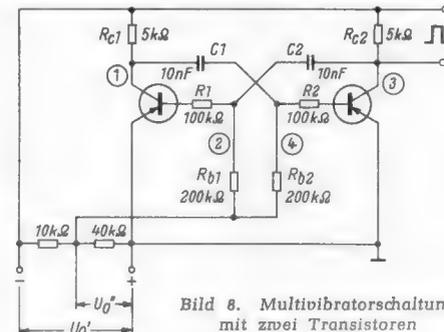

Bild 8. Multivibratorschaltung mit zwei Transistoren
Bild 8 zeigt die einfache Schaltung. Sie gehört eigentlich in das Kapitel „der Transistor als Schalter“, da die Transistoren (theoretisch unendlich rasch) zwischen zwei Schaltzuständen wechseln.
Die Arbeitsweise der Schaltung Bild 8 ist die folgende. Zunächst möchte man annehmen, daß beide Transistoren sich im leitenden Zustand befinden werden, da jeweils ihre Basis negativ vorgespannt ist und daher die Kollektorströme fließen können. Dieser Zustand ist jedoch nicht stabil. Wächst z. B. aus irgend einer Ursache der Kollektorstrom des linken Transistors ein wenig, so ändert sich das Potential an (1) zu positiven Werten hin, über den Kondensator  $C_1$  aber auch das Potential an (4). Damit nimmt der Basis-, zugleich auch der Kollektorstrom des rechten Transistors zu. Nun wird aber das Potential an (3) sowie an (2) negativer, so daß der Strom über den linken Transistor weiter wächst, der rechte Transistor